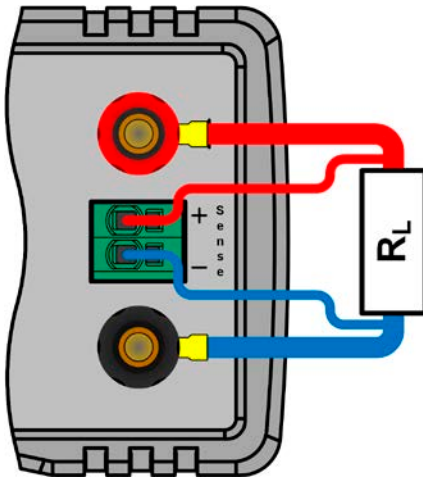

Imagen 6 - Ejemplo de un cableado de detección remota
- La detección remota es solo eficaz durante un funcionamiento de tensión constante (CV) y para otros modos de regulación, la entrada de detección se debe desconectar en la medida de lo posible porque conectarla generalmente incrementa la tendencia a la oscilación
- Los cables de detección se deben conectar del polo + al polo + y del - al - en la carga o la entrada de detección del equipo resultará dañada. Véase un ejemplo a *Imagen 6* continuación.